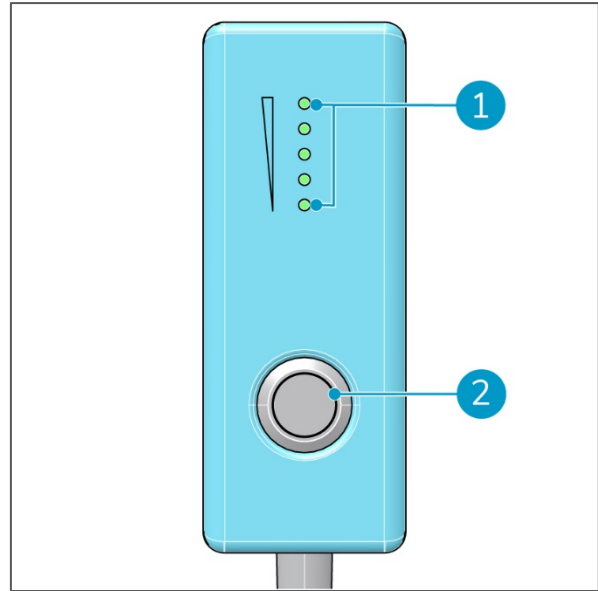

Figura 5
1. Pantalla de estado de energía de la batería (Figura 5, pos. 1). Los indicadores LED de color azul, que marcan el nivel de la batería, están siempre encendidos durante el uso normal. Cuando la batería está llena, todos los LED azules están encendidos; cuando las baterías se descargan, los LED azules se van apagando uno a uno.
2. Botón ON/OFF (Figura 5, pos. 2).